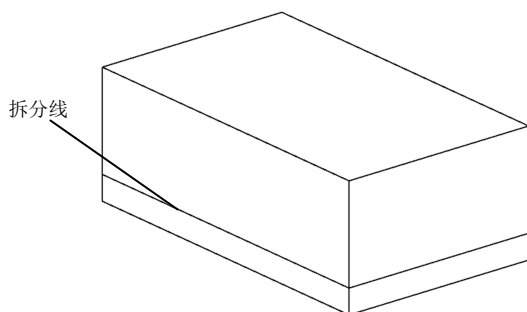

图 10-12 工件上有一条拆分线
(20) 选取“菜单 | 插入 | 组合 | 减去”命令，选取工件为目标体，选取产品零件为刀具体，在【求差】对话框中勾选“☒保存工具”复选框。
(21) 单击“确定”按钮，创建减去特征。
- (22) 选取“菜单 | 插入 | 修剪 | 拆分体”，以工件为目标体，以组合曲面为工具体。
- (23) 单击“确定”按钮，将工件分成上、下两部分。
- (24) 选取“菜单 | 格式 | 图层设置”命令，隐藏第 10 层，只显示第 1 层的实体，工件上有一条拆分线，如图 10-12 所示。